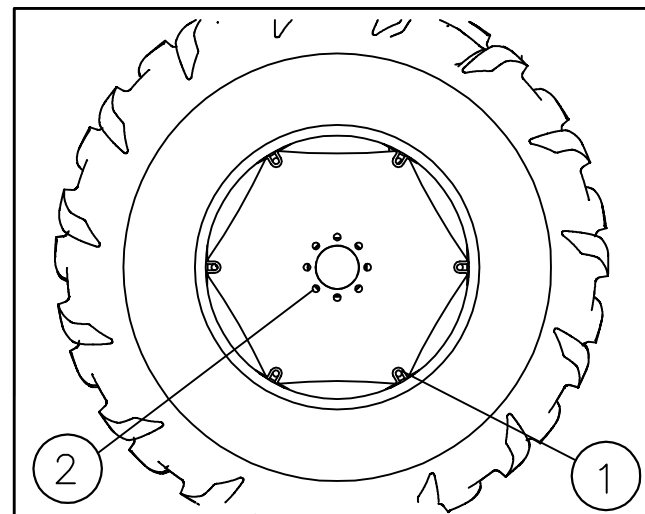

Abb. 4.31
Ziehen Sie die Schrauben und Muttern (1) an (Abb. 4-31), die die Felge an der Scheibe bei 250 Nm befestigen und die (2), die die Scheibe auf der Radnabe bei 280 Nm fixieren. Immer Reifendruck überprüfen.